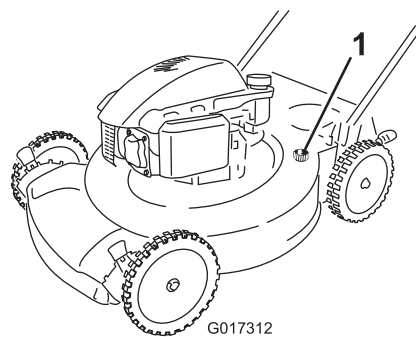

Figure 30
4. Branchez un tuyau d'arrosage, relié à une arrivée d'eau, au raccord de lavage de la machine (Figure 30).